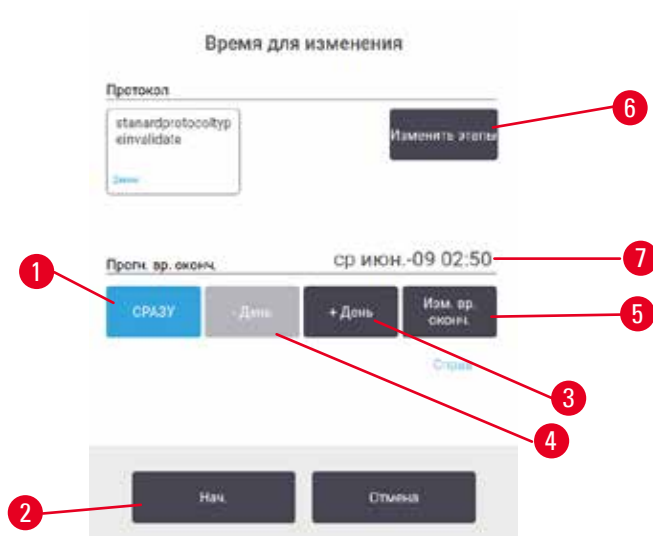

Рис. 53
Выбрать время выполнения протокола можно в диалоговом окне **Time to edit (Время для изменения)** (→ Рис. 53). Диалоговое окно открывается после загрузки протокола, ввода ID корзины и количества кассет (→ с. 82 – 5.5.2 Изменение первого этапа для единичного запуска).
1. Начните запуск протокола в обычном порядке с экрана **Status (Готовность)** и продолжайте, пока не откроется диалоговое окно **Time to edit (Время для изменения)** (→ Рис. 53). Нажмите кнопку **Edit steps (Изменить этапы)** (→ Рис. 53-6), чтобы открыть диалоговое окно **Edit the run steps (Изменить этапы протокола)** (→ Рис. 55).